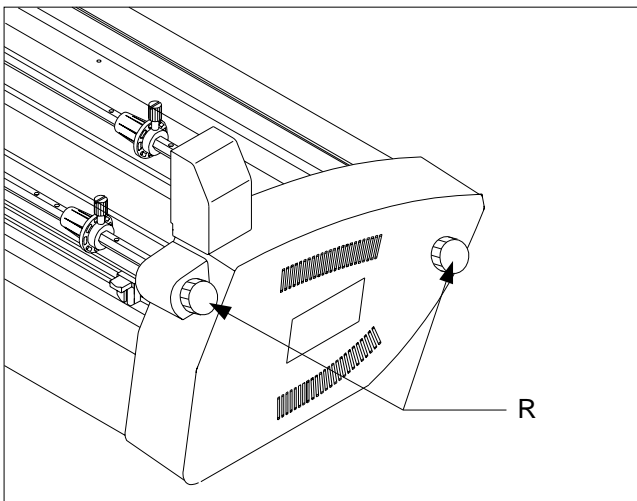

Fig. 9
R. FILM TENSION ADJUSTMENT: Allows the operator to increase or decrease film web tension as needed to reduce curl and wrinkles, (Figure 9).
Ermöglicht dem Benutzer, die Straffheit der Folienbahn wahlweise zu erhöhen oder zu reduzieren und Wellen und Falten zu verhindern (Abb. 9).
Hiermee kan de operator de spanning op de filmbaan verhogen of verlagen om opkrollen en rimpelen te voorkomen (zie afb. 9).
permet à l'opérateur d'augmenter ou de diminuer la tension du lé de film pour réduire les risques de courbures ou de plissements (Figure 9).